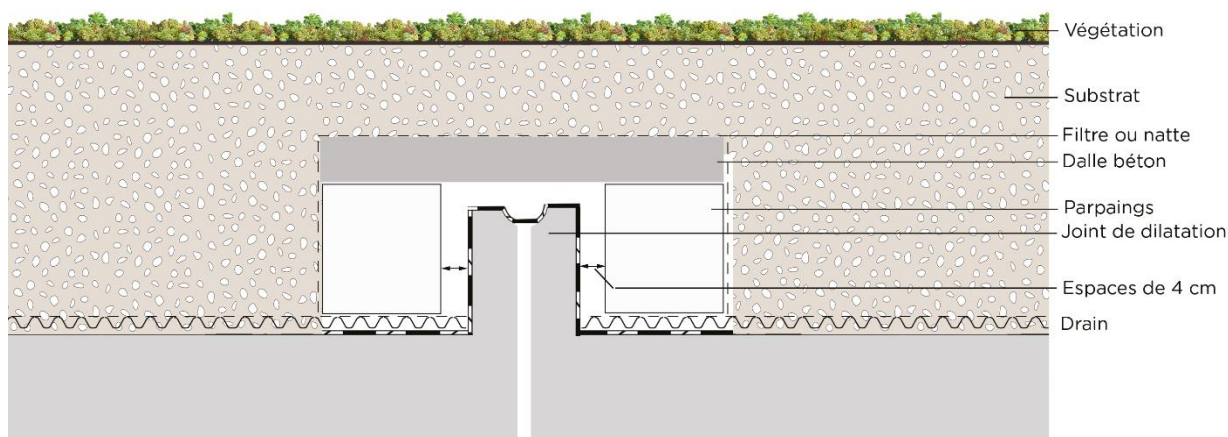

FIGURE 27 : PONTAGE DES JOINTS DE DILATATION PAR VEGETALISATION
- de façon verticale par des éléments légers (blocs PSE ou PXE) solidarisés entre eux par des connecteurs ; ils reposent sur la natte de protection type AP32 ou AP64 pour permettre le libre écoulement de l'eau et sont bloqués en bas de pente par les dispositifs de stabilisation du bord de rive (voir Figure 27).